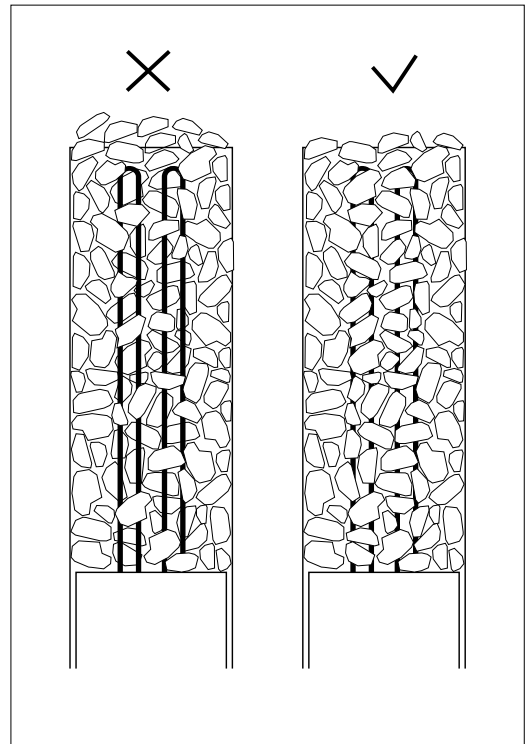

Bild 6.9-1: Stapling av bastustenar
- Aggregatet har ett tvådelat hölje som gör det lättare att stapla stenarna. Den övre delen kan tas bort när stenar staplas i den nedre delen av aggregatet (bild 6.9-1).
- Stenarna läggs på stenmagasinets yttre omkrets så tätt som möjligt så att värmeelementen inte syns. Ett tätt lager sten skyddar materialen runt bastuaggregatet från överhettning (bild 6.9-1).
- Stenar ska inte staplas på en hög på bastuaggregatet (bild 6.9-1). Bastustenarna ska kontrolleras och läggas om halvårsvis och stenarna ska bytas ut efter 2-3 år.